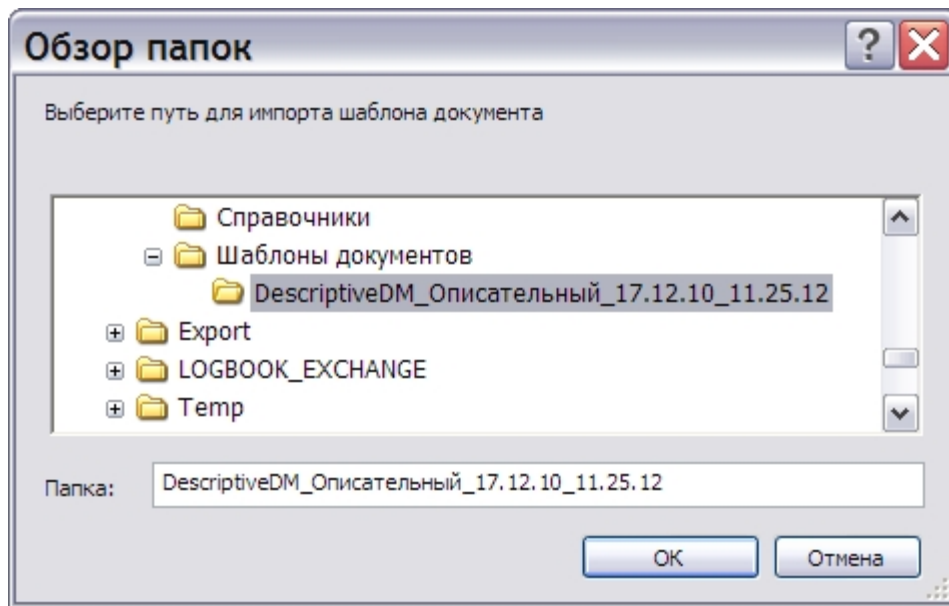

Рис. 3.11
1. Нажмите на кнопку **Импорт**. После этого откроется окно **Обзор папок** (Рис. 3.11).